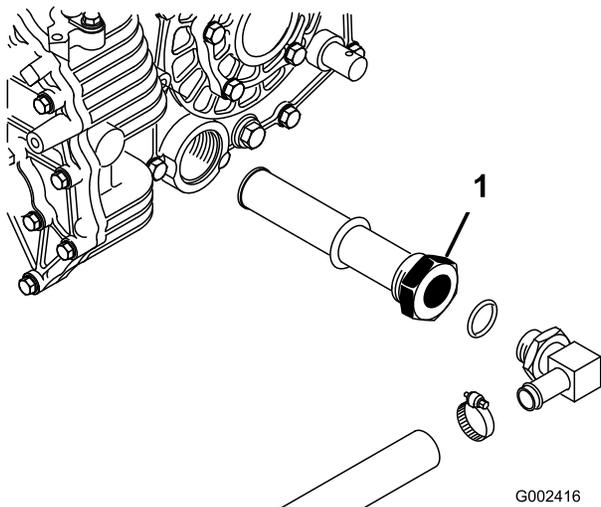

図 73
3. タンク側面のストレーナについている油圧ホースと90° フィッティングの向きを確認記憶する (図 73)。油圧ホースと90度フィッティングを外す。